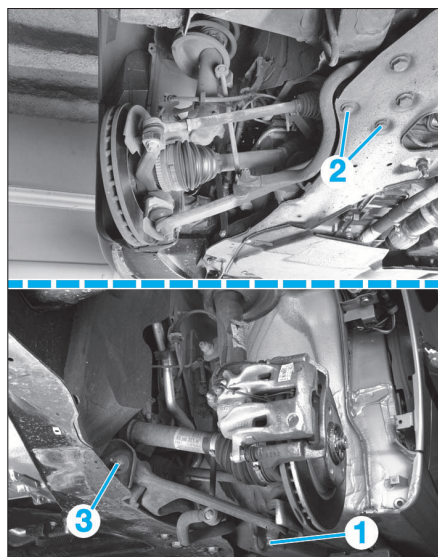

FIG. 36
- l'écrou de la rotule de pivot (1) (Fig.36).